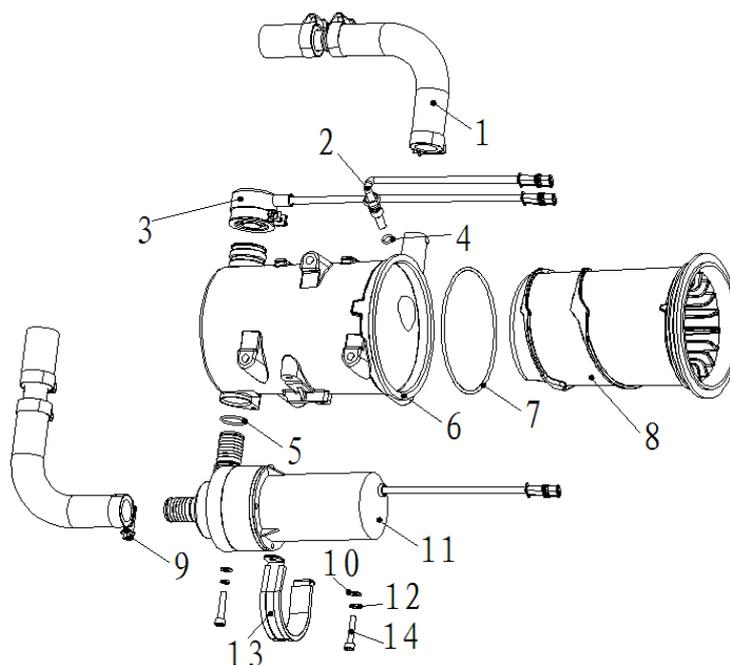

Рис. 2
3.1 Система циркуляции охлаждающей жидкости (Рис.2)
Печка состоит из внешнего корпуса 6 (Рис. 2), внутреннего корпуса 8 (Рис. 2), камеры сгорания (Рис. 3) и т.д.